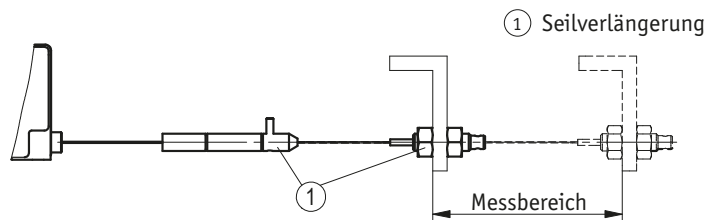
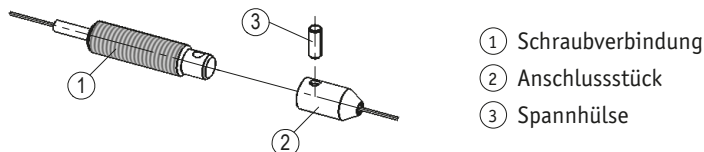

Abb. 10: Messbereich Seilverlängerung
Abb. 11: Montage Seilverlängerung
8.1 Seilverlängerung (Abb. 10, Abb. 11)
Eine Seilverlängerung vergrößert den Messbereich nicht (siehe Abb. 10).
Montage (Abb. 11)